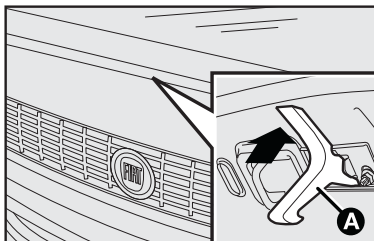

fig. 94
- 2) Tire la traba **A**-fig. 94, ubicada sobre la rejilla frontal, por debajo del capó, como indicado por la flecha.